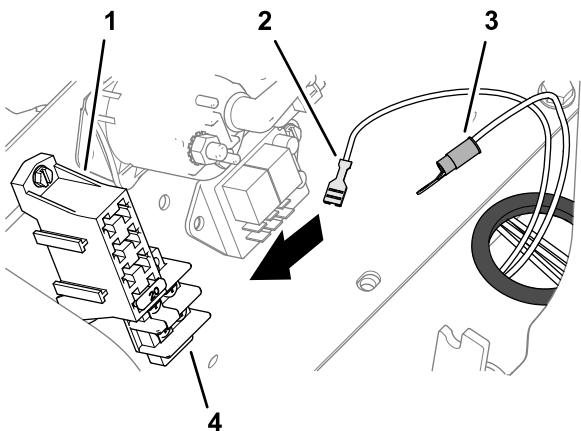

Figure 46
5. Acheminez les connecteurs à cosse annulaire et à borne en douille vers le porte-fusibles et le bornier de masse (Figure 46).